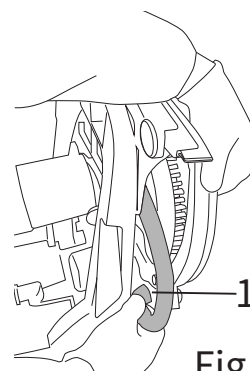

Fig.33
- 切換バルブとリアスキーからホースを外します (図33、参照1)。